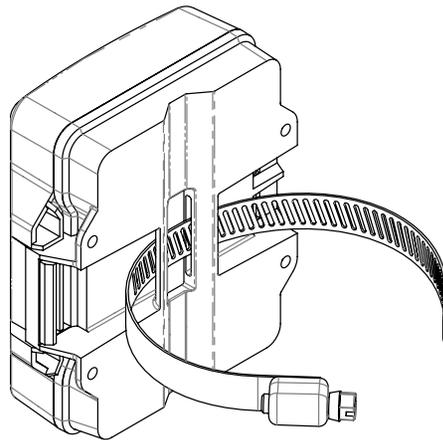

Figura 3 - Instalación en poste
2. Deslice la abrazadera de la manguera o la cinta de sujeción a través de las dos ranuras de la parte posterior de la unidad (véase la figura 3).